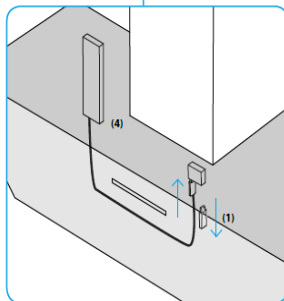

Fig. 3 Enkel montering av mottagaren. Mottagaren installeras lätt utan behov av extra verktyg. Avlägsna stiftet (1) inne i spiskåpan och för in mottagaren (4).
Fig. 3 Montaggio semplificato del ricevitore. Il ricevitore può essere montato facilmente senza attrezzatura aggiuntiva: Aprire il bordo angolare da davanti, rimuovere lo stick (1) dal lato interno della cappa e collegare il ricevitore (4).